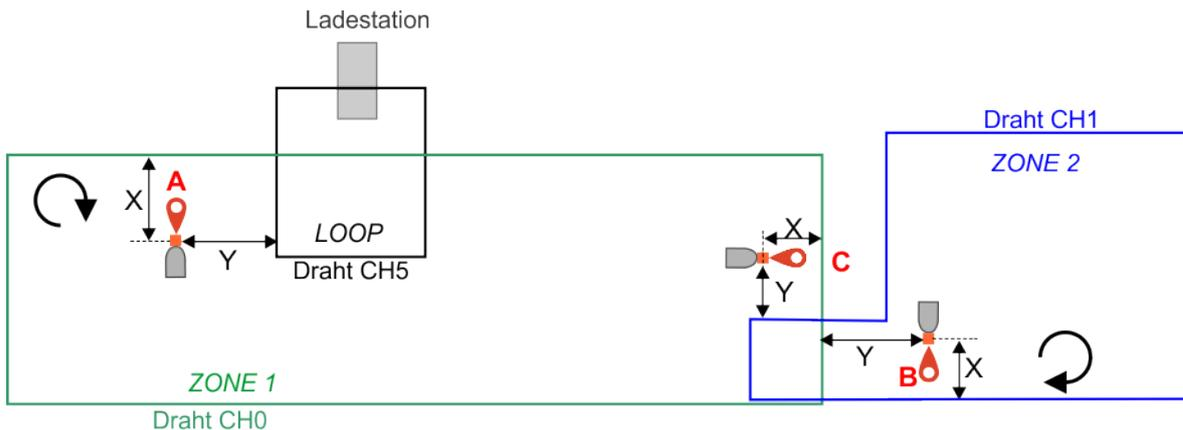

Abbildung 122: Anfahren und Verlassen per GPS
16. Positionieren Sie den Roboter an der gewünschten Stelle in ZONE 1. Dies muss sich auf die für ZONE 1 definierte Rückkehrrichtung beziehen. In diesem Beispiel ist dies im Uhrzeigersinn  wie in Abbildung 122: Anfahren und Verlassen per GPS (Seite 95) gezeigt. X muss > 5 m sein. Y muss > 10 m sein. Der Roboter muss in Richtung Draht fahren.
20. Positionieren Sie den Roboter an der gewünschten Stelle in ZONE 1. Dies muss sich auf die für ZONE 1 definierte Rückkehrrichtung beziehen. In diesem Beispiel ist dies im Uhrzeigersinn (CW) wie in Abbildung 122: Anfahren und Verlassen per GPS (Seite 95) gezeigt. X muss > 5 m sein. Y muss > 10 m sein. Der Roboter muss in Richtung Draht fahren.
26. Positionieren Sie den Roboter an der gewünschten Stelle in ZONE 2. Dies muss sich auf die für ZONE 2 definierte Rückkehrrichtung beziehen. In diesem Beispiel ist dies im Uhrzeigersinn wie in Abbildung 122: Anfahren und Verlassen per GPS (Seite 95) gezeigt. X muss > 5 m sein. Y muss > 10 m sein. Der Roboter muss in Richtung Draht fahren.